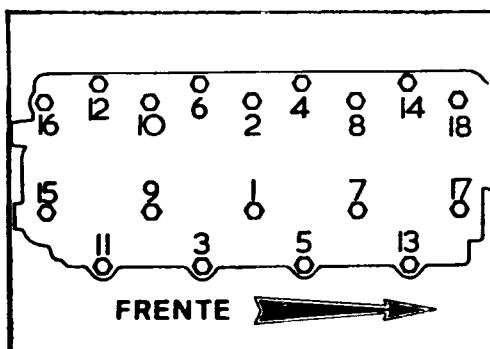

Fig. A1-68 Orden de apriete de los tornillos de fijación de la culata
- 2.5. Apretar los tornillos de 1/2" a una tensión de 11 a 12,5 kgm., siguiendo el orden que se indica en la Fig. A1-68.